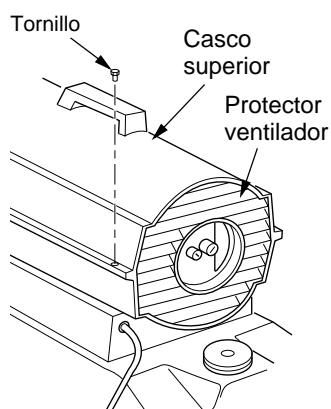

Figura 4 - Remoción del casco superior
1. Quite los tornillos a cada lado del calentador utilizando un destornillador phillips. Estos tornillos unen las cubiertas superior e inferior. Consulte la figura 4.
1. Desmunte la cubierta superior (consulte la figura 4).